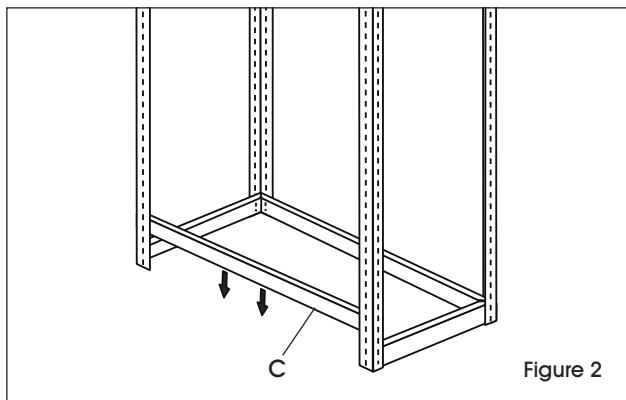

Figure 2
2. Reliez les deux ensembles de montants verticaux en insérant les supports avant/arrière (C) au bas des montants verticaux. (Voir Figure 2)